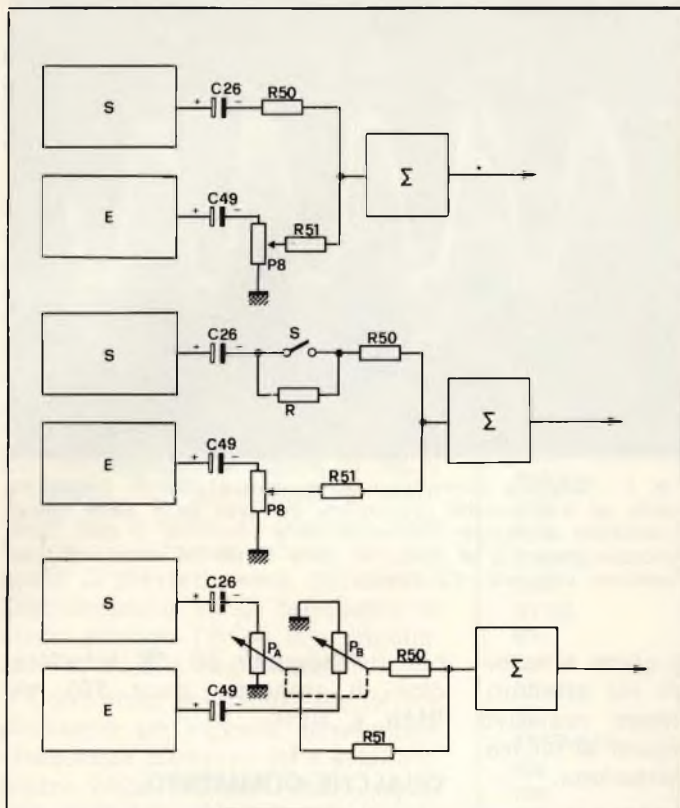

Fig. 9 - Possibili configurazioni del mixer d'uscita: S = segnale di sorgente; E = segnale d'effetto.
2) Il missaggio dei segnali ECO e SORGENTE. Al mixer di uscita formato dalla seconda metà di IC7 giungono il segnale della sorgente impiegata (voce, chitarra, organo elettrico, ecc.), opportunamente amplificato dallo stadio di ingresso, ed il segnale di effetto. In quale modo compiamo l'operazione di missaggio? In fig. 9 sono rappresentate tre possibili soluzioni, ciascuna delle quali offre pregi e difetti.
Per semplicità nella realizzazione del prototipo abbiamo impiegato la configurazione di fig. 9/a. Il segnale proveniente dalla sorgente è trasferito completamente all'uscita, e ad esso è sommato il segnale d'effetto, la cui profondità è regolabile attraverso P8. Il lato positivo di questa disposizione è che all'uscita è sempre disponibile senza alcuna alterazione il segnale di sorgente: senza alcuna alterazione anche nei confronti dello spettro sonoro, perché sappiamo che la linea d'ECO sopprime le componenti del segnale di ingresso con frequenza superiore a 3 kHz.
Consigliamo la configurazione di fig. 9/a qualora la camera d'eco venga principalmente usata per ammorbidire e colorare la voce umana, durante le esecuzioni dal vivo di un complesso, o anche in studio, ad esempio per rendere più piacevole all'ascolto la voce dello «speaker» di un'emittente privata.
L'eliminazione di questo secondo aspetto negativo è rappresentata in fig. 9/b; un semplice interruttore è inserito sulla linea del segnale di sorgente, interrompendo tale linea qualora interessi il solo segnale d'effetto; l'intensità di questo è dosabile attraverso P8. Il resistore R (del valore di 1 - 4 MΩ) mantiene in stato di carica il condensatore C26, sopprimendo il rumore di commutazione dell'interruttore.
Una soluzione più sofisticata e che risolve il primo degli aspetti negativi sopra considerati, è quella di fig. 9/c. Viene impiegato un potenziometro doppio, connesso in